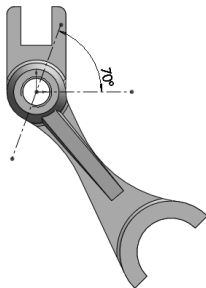

图 3-77 绘制草图
STEP 2 在模型凸台的上表面，绘制如图 3-77 所示草绘图形，作为创建参考基准面的基础（注意设置两条线的交点经过草图原点）。